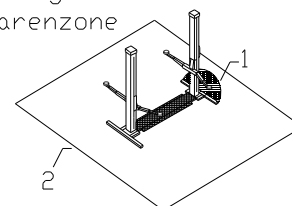

Fig.6
De veiligheidszone (Fig.6) wordt bepaald door de afmetingen van het voertuig.
Tijdens stij- en daalbewegingen moet de bediener zich in de bedieningszone (1) bevinden, zoals aangegeven in **Fig.6**. De aanwezigheid van personen in de gevarenszone (2) is ten strengste verboden. De aanwezigheid van personen onder het voertuig is alleen toegestaan als het voertuig geparkeerd is in de geheven stand.